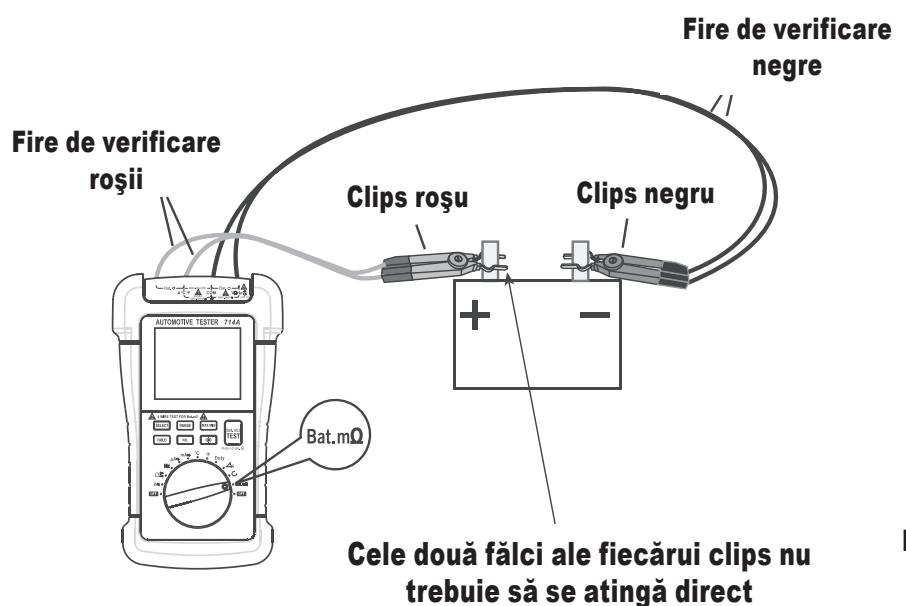

Figura 8
2. A se vedea Figura 8. Introduceți mufelete celor două fire de verificare roșii în cele două borne „**Bat.**”, iar mufelete celor două fire de verificare negre în cele două borne „**Bat.**” .
Prindeți clipsul roșu de borna pozitivă a bateriei, iar clipsul negru de borna negativă a bateriei (Figura 8).
Pentru a măsura precis, cele două fălcii ale fiecărui clips nu trebuie să se atingă direct (Figura 8).